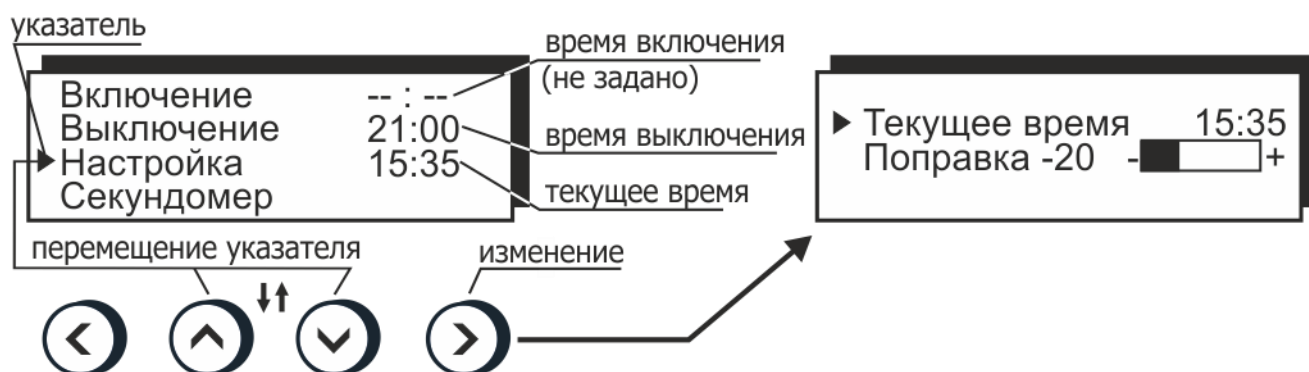

Рисунок 10 — Управление встроенными часами
- нажатиями кнопок (▲) и (▼) установить указатель против нужного времени: включения или выключения (рисунок 10);
- нажатиями кнопок ( ▲ ) и ( ▼ ) установить указатель против пункта "Секундомер" (рисунок 10);